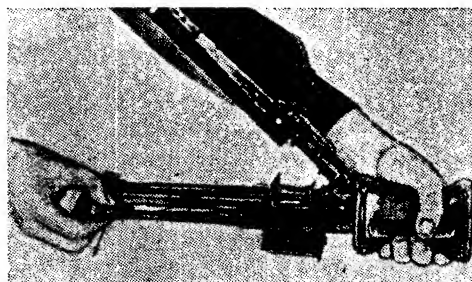

Рис. 81. Отделяне на ръкохватката за пре-
6. Отделяне на ръкохватката за пренапълване от затворната рама: хваща се полуложката с лявата ръка, а с дясната чрез ръкохватката за пренапълване се изтегля затворната рама до разширения край на изреза на цевната кутия и се изважда надясно (рис. 81).